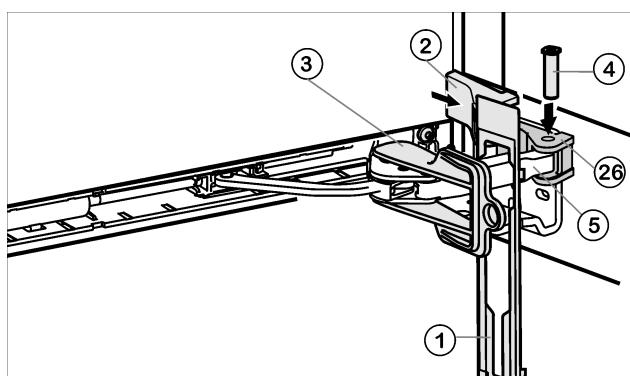

Fig. 11
- Навесьте накладку Fig. 11 (1) на амортизационную скобу таким образом, чтобы передние защелки показывали вперёд, а передняя сторона была направлена к устройству.
- Притяните амортизационную скобу Fig. 11 (5) к опорной детали Fig. 11 (26) и сверху снова вставьте палец Fig. 11 (4) таким образом, чтобы квадратная головка сидела в углублении.
- Установите и защелкните крышку Fig. 11 (2).
- Выкрутите фиксатор Fig. 11 (3).
- Надвиньте и защелкните накладку Fig. 11 (1) на дверце.